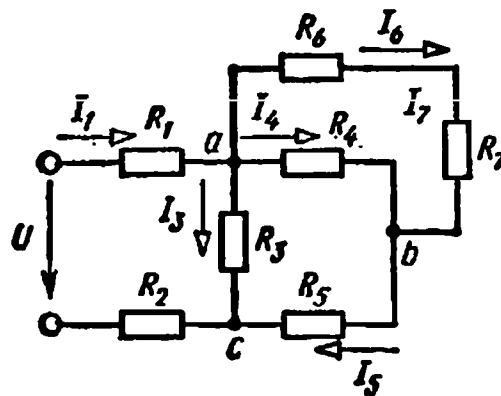

Рис. 1.39. Схема к заданию 5
**Задание 5.** Найти распределение токов в схеме (рис. 1.39), если  $R_1 = R_2 = 0,5 \text{ Ом}$ ,  $R_3 = R_4 = 6 \text{ Ом}$ ,  $R_5 = R_6 = 1 \text{ Ом}$ ,  $R_7 = 2 \text{ Ом}$ . Напряжение на входе  $U = 120 \text{ В}$ .